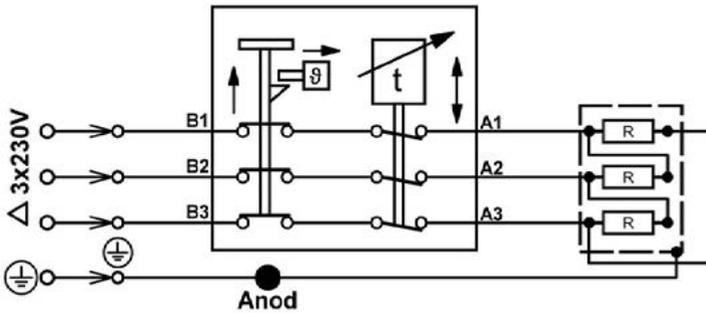

Figure 4
5. Pour une alimentation 230 V Tri, se reporter au schéma à la "Figure 4", page 17.